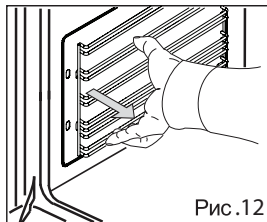

Рис.12
1) Откройте дверцу духового шкафа и отверните два винта в детали А (см. рисунок 12). (Помните: когда деталь А отвинчена, дно